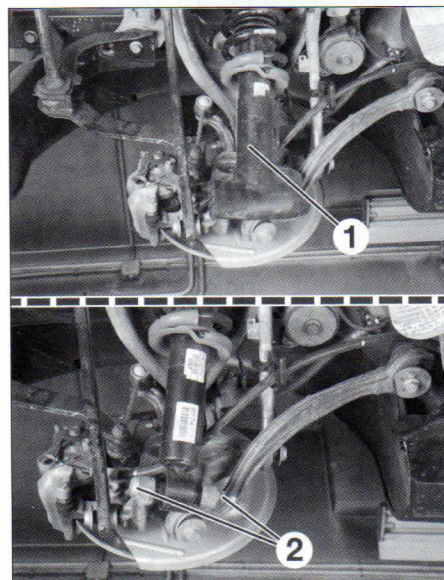

FIG. 14
- la tapa de amortiguador (1) (fig. 14).
- la fijación inferior (2).